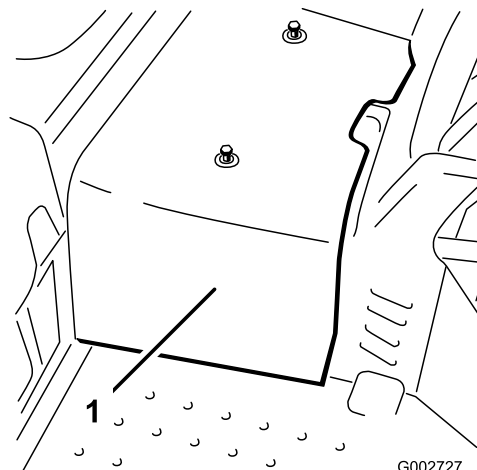

図 33
2. センターシュラウドを機体に止め付けているねじ2本を外してシュラウドを機体から取り外す  図 33。